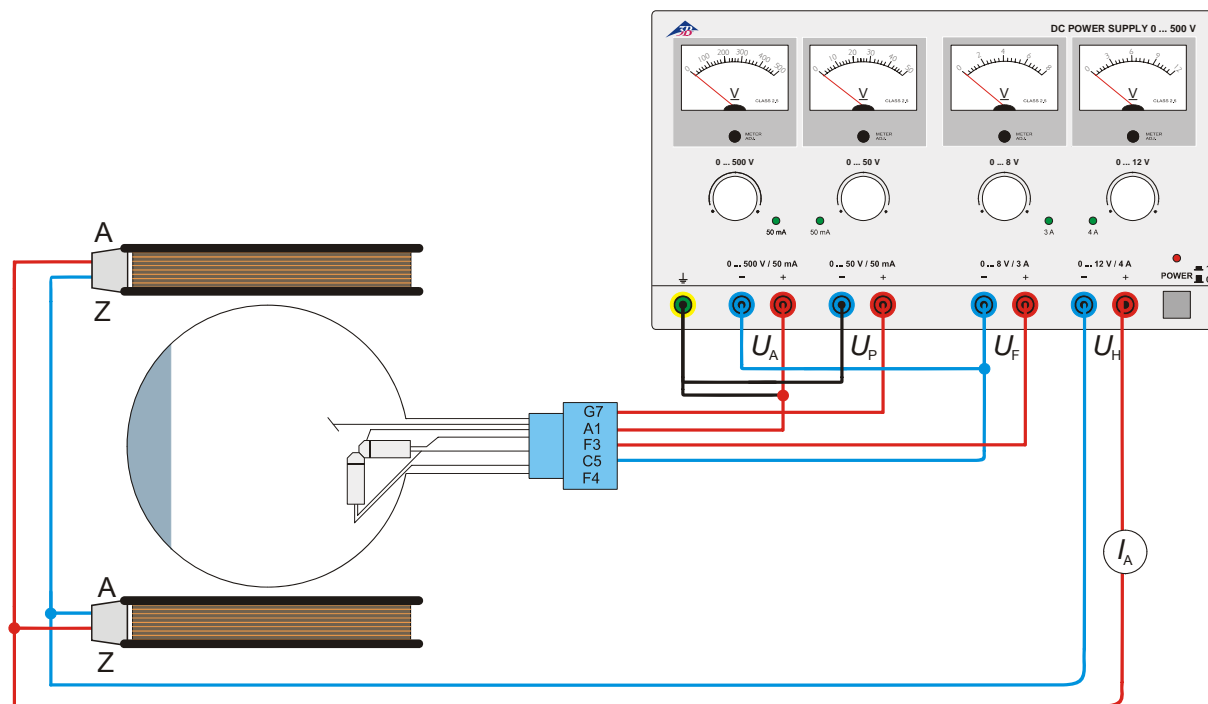

Fig. 4 Determinación de  $e/m$  por medio del cañon de electrones axial
- Realice el cableado del tubo de acuerdo con la Fig. 4.